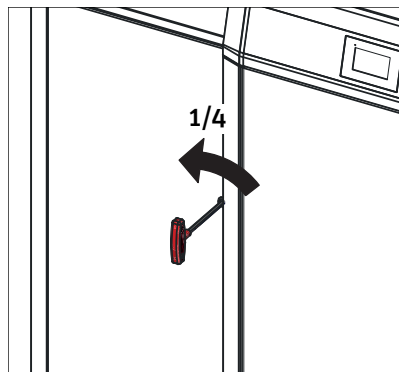

Fig. 30 Aprire la porta di contenimento con la chiave a brugola
- Aprire le porte di contenimento di sinistra ruotando la chiave a bussola di 1/4 di giro verso sinistra per sbloccarle - Fig. 30 - vedi anche punto 8 alla pagina 11.